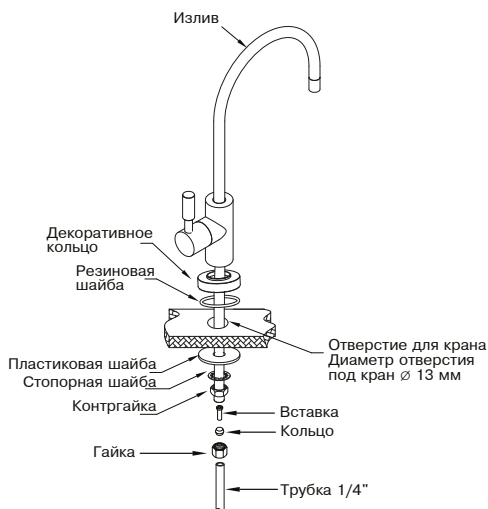

Рис. 8
Монтаж крана чистой воды производите согласно **рис. 8**. Мы рекомендуем не затягивать гайку (см. **рис. 8**) до завершения монтажа и проверки работоспособности системы, чтобы была возможность убедиться в отсутствии подтекания воды в месте соединения корпуса крана и резьбовой трубки. В комплекте с краном чистой воды может поставляться набор деталей для осуществления соединения с трубкой, либо кран чистой воды может иметь в своем составе быстроразъемный коннектор. На **рис. 9а, б, в** приведены возможные способы подключения синей трубки к крану чистой воды.
12. После заполнения бака (вы услышите, что вода больше не течет в дренаж и насос (если есть) не работает) откройте кран чистой воды (A) и дождитесь, пока вся вода не вытечет.
13. Закройте кран чистой воды (A). Дайте баку наполниться во второй раз. Этот процесс займет около 2 часов. Затем слейте воду из бака.
17. Убедитесь в отсутствии протечки внизу корпуса крана чистой воды, затяните гайку крана (**рис. 8**).